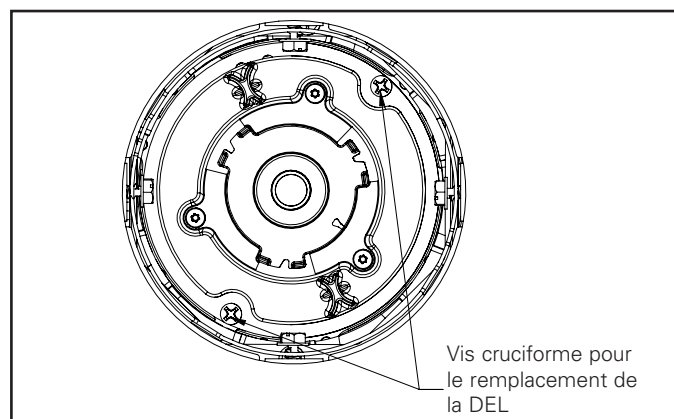

Figure 20.
5. Repérez les deux vis cruciformes sur le dissipateur thermique (Figure 20).